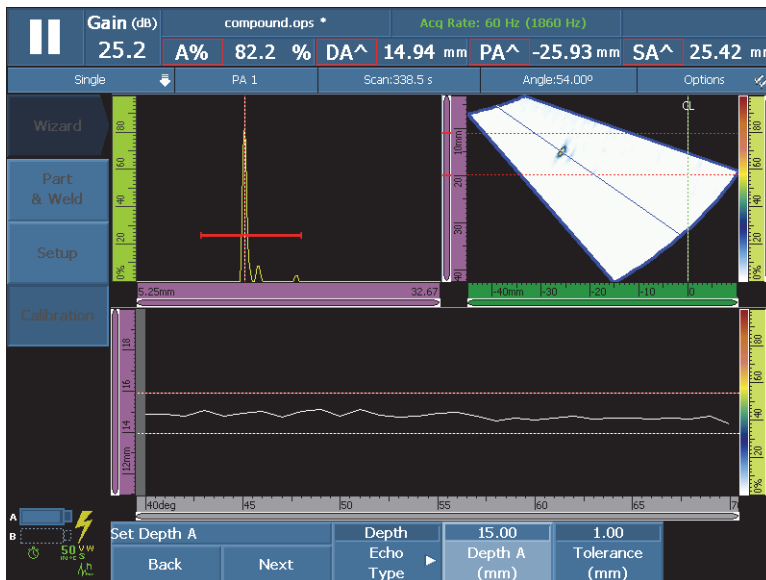

Рис. 5-11 Построение огибающей для первого угла/ВАД
- a) Перемещайте ПЭП вперед-назад по калибровочному образцу над опорным отражателем для построения на экране огибающей (см. Рис. 5-11 на стр. 146).